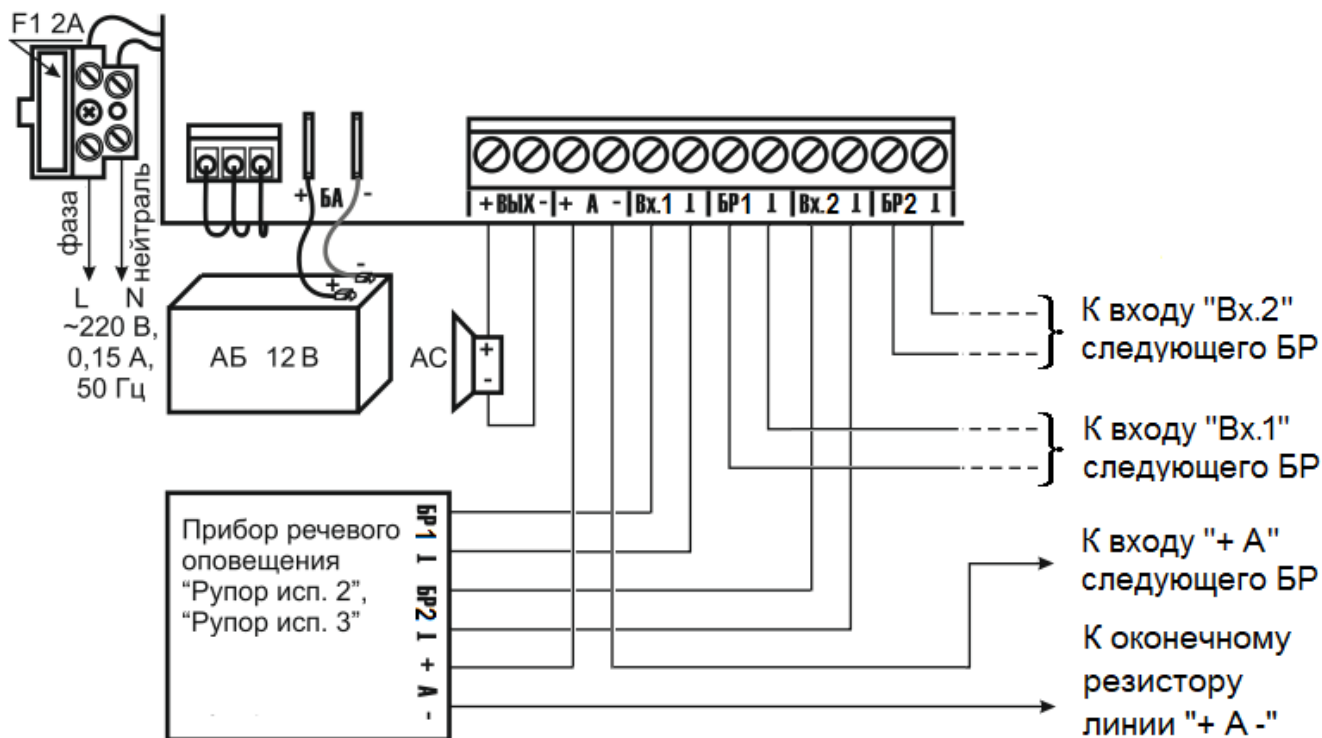
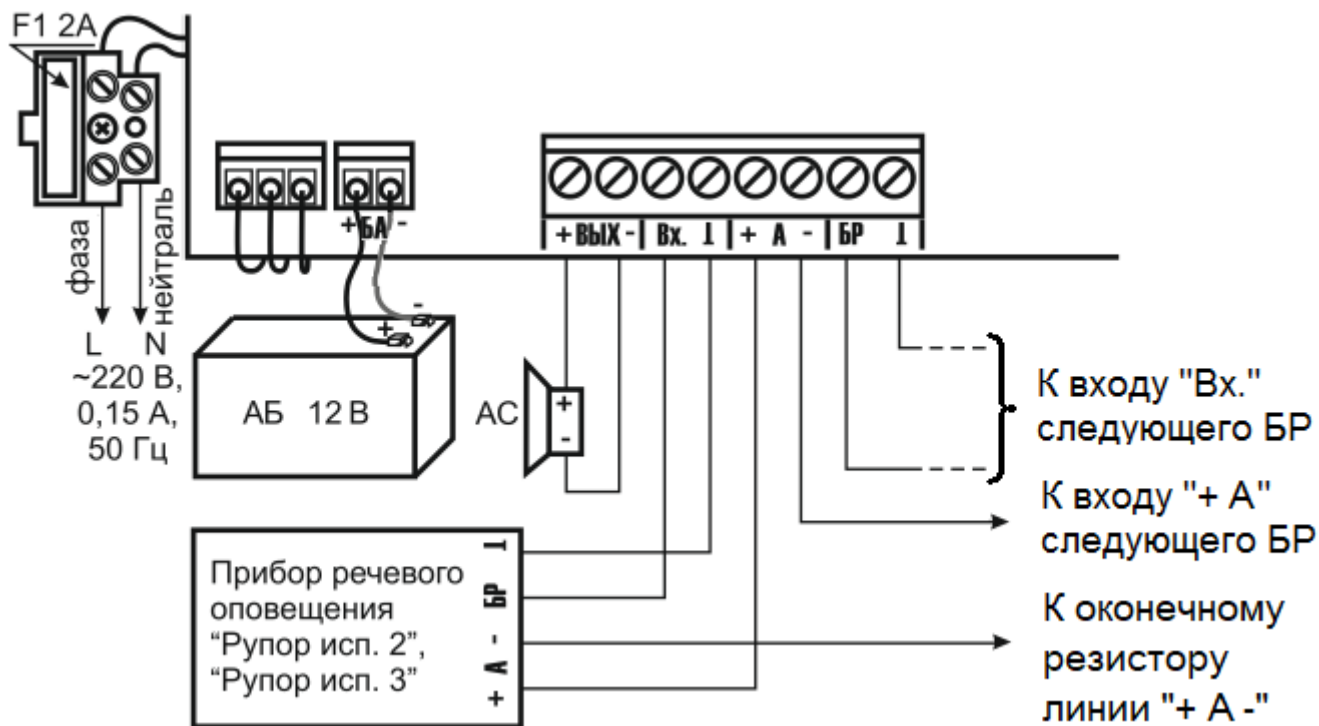

Рис. 4 Схема подключения блока «Рупор-БР 2RS485»
Рис. 5 Схема подключения блока «Рупор-БР»
2.2.4.4 Подключить к клеммам блока внешние цепи (см. Рис. 4 и Рис. 5).
3.4.1 Подключить Блок к «Рупор исп.02 2RS485» или «Рупор исп.03 2RS485» (к «Рупор исп.02» или «Рупор исп.03») в соответствии со схемой подключения (см. Рис. 4, Рис. 5).